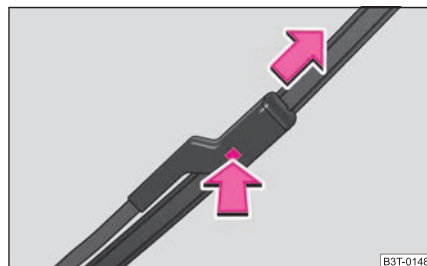

Fig. 59 Escobilla para el parabrisas
- Presione el seguro para desbloquear la escobilla y retírela en sentido de la flecha ⇒ fig. 59.